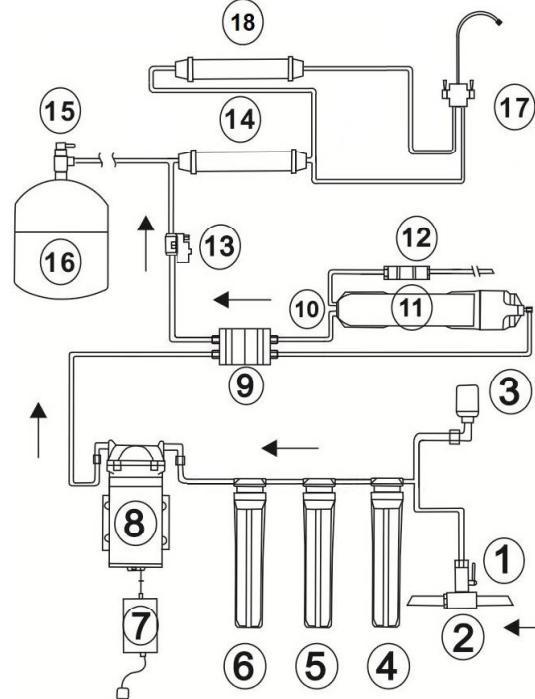

Рисунок 1.2
6.1.13 Согласно схеме на рис. 1.2 или 1.3 вставьте трубы 10 до упора в соответствующие резьбовые входы крана 6 и тщательно затяните гайки 9, для того чтобы соединение было герметичным.